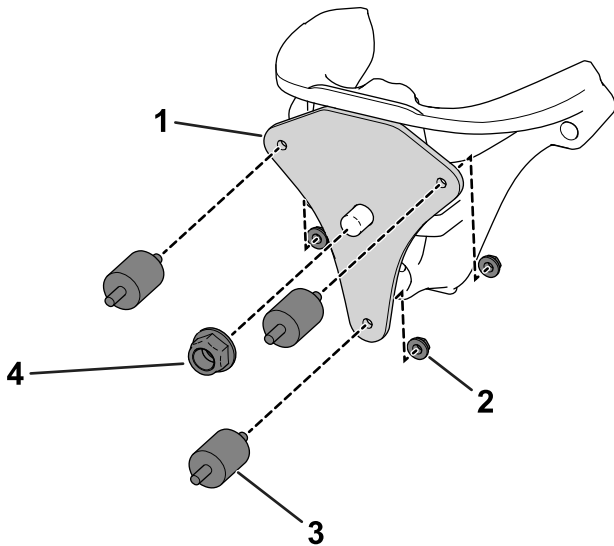

Figure 5
8. Utilisez un écrou (5/8") pour fixer la plaque de montage à la tête de direction (Figure 5).
- 9. Fixez 3 amortisseurs de vibrations en caoutchouc à la plaque de montage à l'aide de 3 écrous (5/16"), comme montré à la Figure 5.